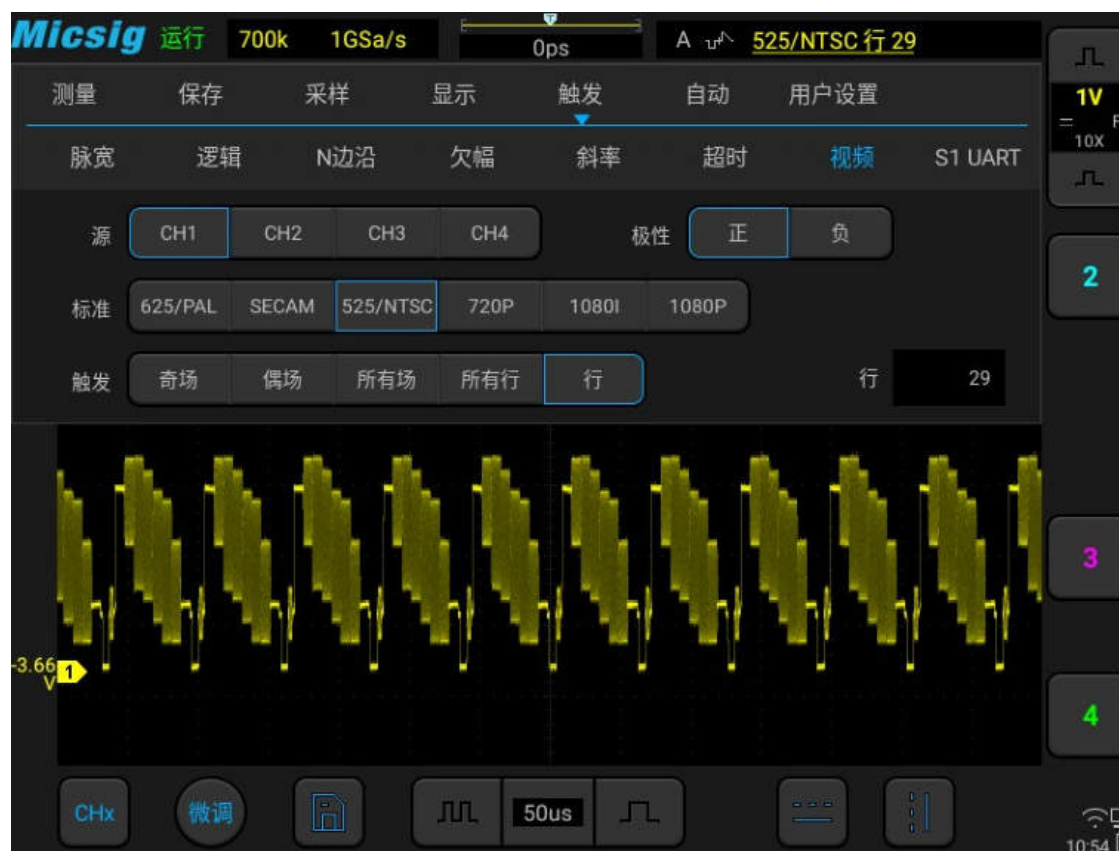

图6-30 视频触发
1) 打开触发菜单，轻点“触发”打开触发菜单，在触发类型中选择视频触发，对视频触发进行如下设置，见图 6-30：